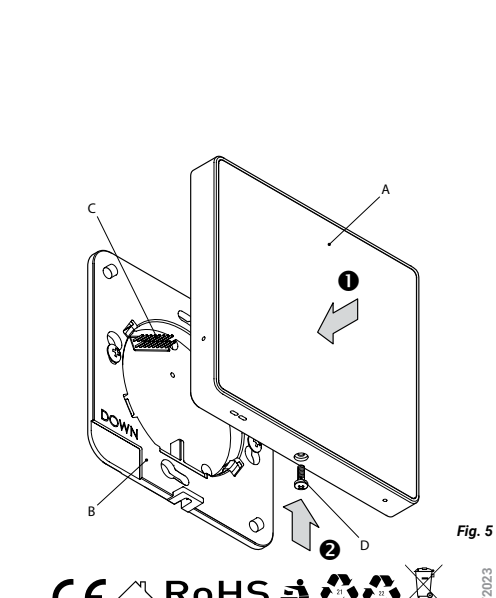

Fig. 5
1. Fissare il modulo del display (Fig. 5 A) premendolo contro il modulo di alimentazione (Fig. 5 B) finché non si sente uno scatto.
⚠ ATTENZIONE! *Fare molta attenzione a non piegare i pin della testata (Fig. 5.C) quando li si inserisce nel connettore della testata del modulo del display.*
2. Riposizionare la vite (Fig. 5 D) nel modulo del display e fissarla per evitare un distacco accidentale.
1. Coloque el módulo de pantalla (Imagen 5 A) presionándolo contra el módulo de alimentación (Imagen 5 B) hasta que oiga un clic.
⚠️*¡ATENCIÓN!* *Tenga mucho cuidado de no doblar las pines del cabezal (Imagen 5. C) al insertarlos en el conector del cabezal del módulo de pantalla.*
2. Vuelva a colocar el tornillo (Imagen 5 D) en el módulo de pantalla y fíjelo para evitar que se suelte accidentalmente.